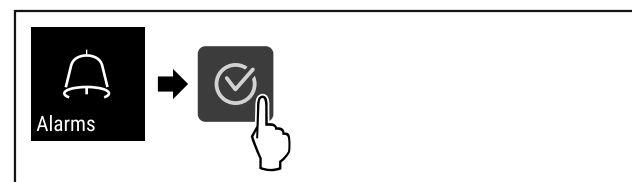

Fig. 143
- ▶ Følg anvisningene (se Fig. 143) .